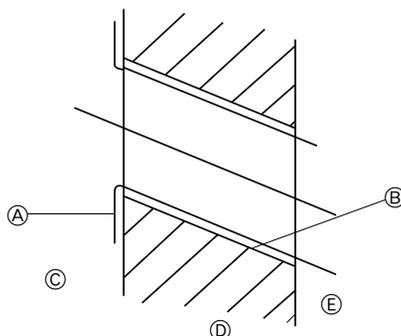

Fig. 3-3
2) Borring av rörledningshål (Fig. 3-3)